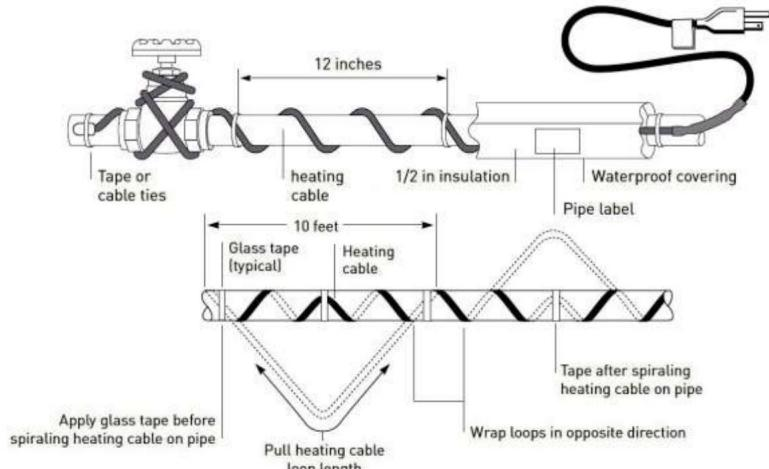

Figure 2. Spiral-traced installation
- ÿ Wanneer het ontwerp een spiraal vereist, begin dan met het ophangen van een lus om de 3 meter, zoals weergegeven in afbeelding 2. Om de luslengte te bepalen, deelt u de lengte door de lengte van uw pijp en vermenigvuldigt u met 10. Als u bijvoorbeeld een luslengte van 15 meter gebruikt, Laat op een pijp van 12 meter een lus van verwarmingskabel van 3,5 meter achter op elk stuk pijp van 3 meter. Pak de lus in het midden vast en wikkel deze om de buis. Maak de afstand tussen de spiralen gelijk door de wikkels langs de buis te schuiven. Gebruik glastape om het midden van de lus aan de buis te bevestigen.